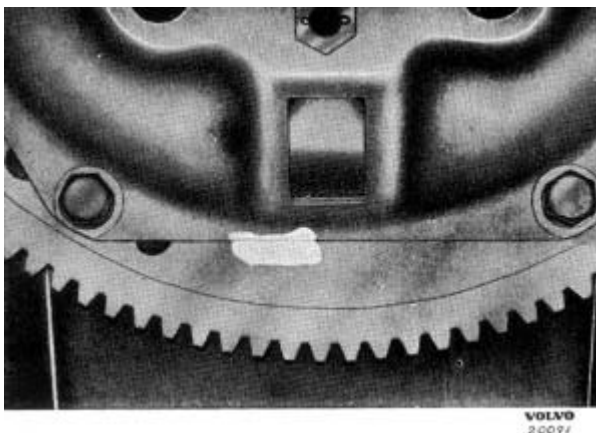

Abb. 5 Markierung der Kupplung und des Schwungrads
6. Nachprüfen, ob Kupplung und Schwungrad wie in Abb. 5 farblich markiert sind. Andernfalls sind Kupplung, Schwungrad und Druckplatte mit einem Körnerpunkt zu markieren. Diese Markierung ist notwendig, um beim Wiedereinbau die ursprüngliche Einstellung wieder zu erhalten. Schwungrad drehen, um sicherzugehen, dass keine früheren Markierungen vorhanden sind.
1. Schwungrad drehen, bis die Farb- oder Körnermarkierung sichtbar ist (s. Abb. 5).